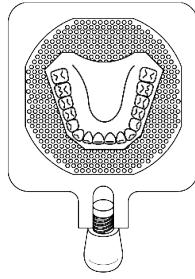

Fig. 4
3. Coloque la impresión en la placa de vacío (fig. 4).